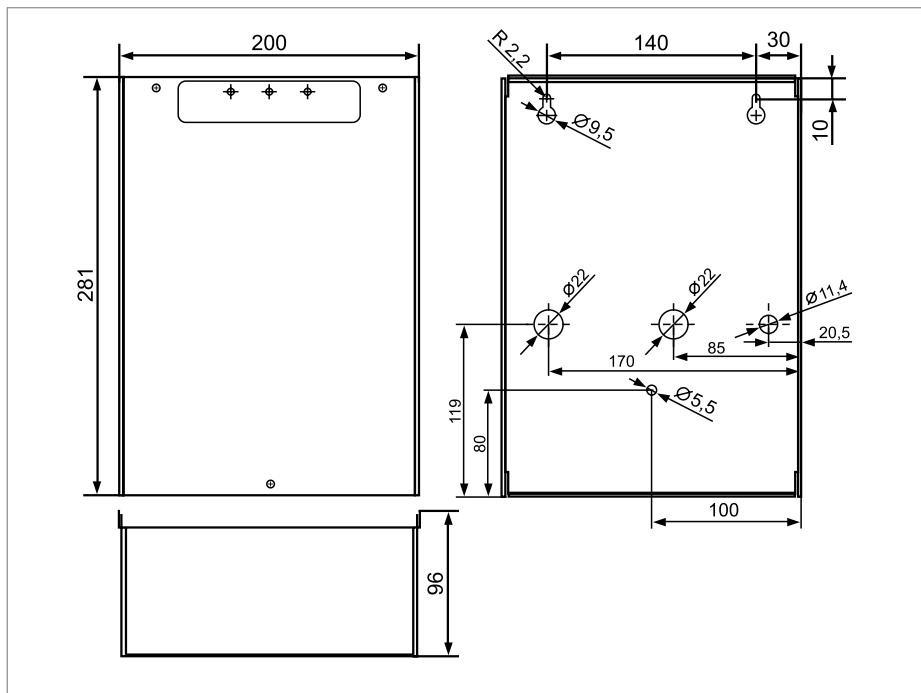

Рисунок 2. Внешний вид и габаритные размеры РИП-12 исп.03 (РИП-12-1/7М2), РИП-12 исп.04 (РИП 12-2/7М2), РИП-24 исп.04 (РИП 24-1/7М2)
1. Наметьте на стене места для трех установочных отверстий в соответствии с габаритным чертежом (см. Рисунок 1, Рисунок 2 и Рисунок 3).